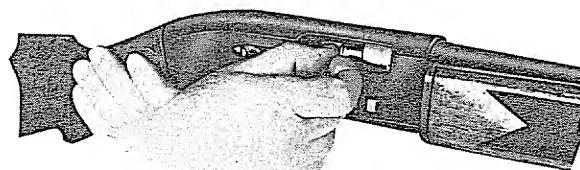

Fig. 11
- c) Attraverso la finestra di espulsione (tav. 2° - O) mettere una cartuccia nell'alloggio dell'otturatore (fig. 11) (o meglio introdurre la cartuccia anche parzialmente nella camera della canna) e premere il bottone dello svincolo (A) per chiudere l'otturatore.
- c — through ejection port insert shell (fig. 11) placing its end towards or lightly inside chamber; chamber shell by pressing in carrier latch button to close the bolt.
- c — insérer par la fenêtre d'éjection une cartouche; (mieux, l'introduire légèrement dans la chambre); presser le poussoir du levier d'arrêt de l'élévateur pour fermer la culasse mobile (fig. 11)